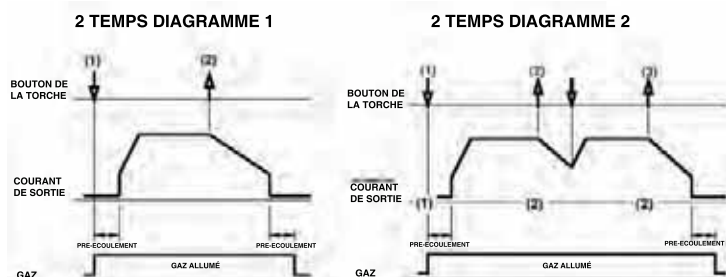

FIGURE B.5 – SÉQUENCE DE FONCTIONNEMENT EN 2 TEMPS
**Deux Temps avec Interrupteur de Démarrage d'Arc** - Ce mode est disponible en modes local ou à distance, mais il est habituellement utilisé avec un interrupteur de démarrage d'arc. Lorsqu'on appuie sur l'interrupteur de démarrage d'arc, on fait débiter l'arc au niveau du courant de démarrage et croître la sortie jusqu'au courant maximum pendant la période établie par le temps de croissance du courant. Lorsqu'on relâche l'interrupteur, l'ampérage de sortie décélère jusqu'au courant final pendant le temps de décroissance du courant puis la sortie se coupe. Dans ce mode, le courant de démarrage et le courant final peuvent être établis de façon indépendante et les temps de croissance et de décroissance du courant sont ajustables. (Se reporter à la Figure B.5).
**Deux Temps avec Pédale** - Ce mode n'est disponible que lorsque la machine détecte qu'un dispositif de contrôle d'ampérage à distance est branché. Il est utilisé lorsqu'une Amptrol à pédale ou manuelle est branchée. Lorsque ce mode de déclenchement est sélectionné, la croissance et la décroissance du courant sont réglées sur zéro et ne sont pas ajustables car l'opérateur ajuste à la main l'accélération et la décélération du courant de soudage en utilisant l'Amptrol. Les courants de démarrage et final sont liés et ils sont représentés par un paramètre appelé Courant Minimum. (Se reporter à la Figure B.5).